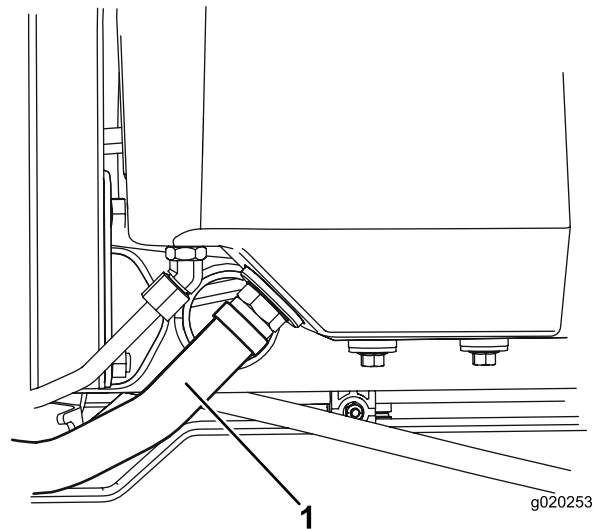

Figura 94
2. Scollegate il flessibile idraulico grande (Figura 94) dal serbatoio e lasciate fuoriuscire il fluido idraulico nella bacinella.